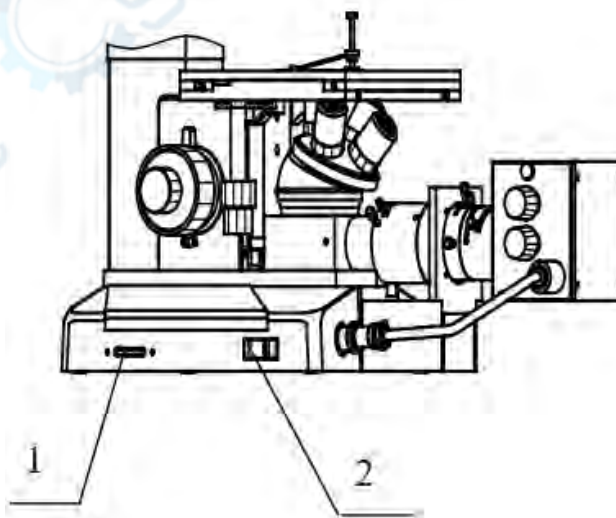

Рисунок 2. 1 — регулятор яркости подсветки; 2 — выключатель
Схема питания подсветки оснащена плавкими предохранителями. Гнездо для вставки предохранителя находится на разъёме питания (рис. 2).
2) Включите питание, подсветка заработает в нормальном режиме, как показано на рис. 2.